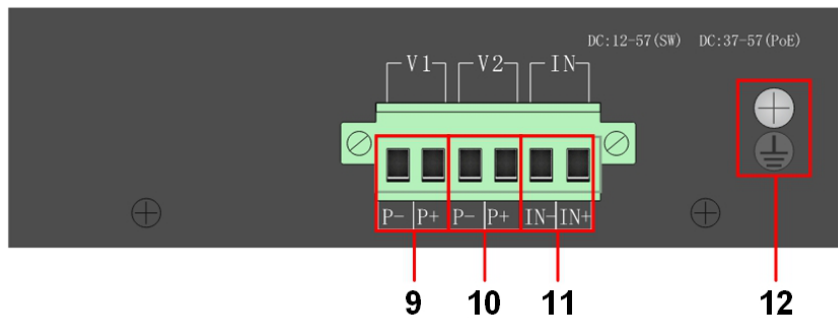

Рис. 3 Разъемы на боковой панели
2. Соедините один или два блока питания с клемной колодкой, соблюдая полярность (Рис.3). Для подключения коммутатора в режим e источника PoE, допустимо использовать блоки питания с выходным напряжением DC37-57V (**Для стабильной работы подключенного PoE оборудования на длинных линиях, рекомендуется использовать БП с выходным напряжением не менее 48VDC**). **Для стабильной и долгосрочной работы блока питания, мощность БП рекомендуется выбирать на 20% больше, чем максимальная потребляемая мощность коммутатора**, таким образом снижается нагрузка на компоненты БП.